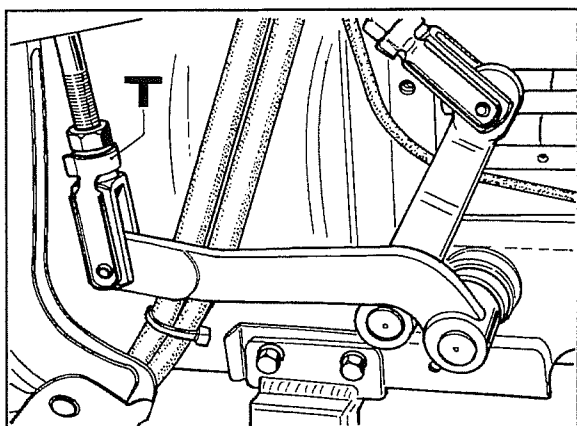
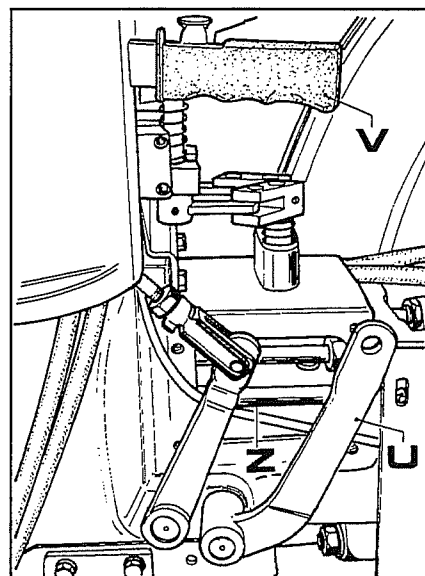
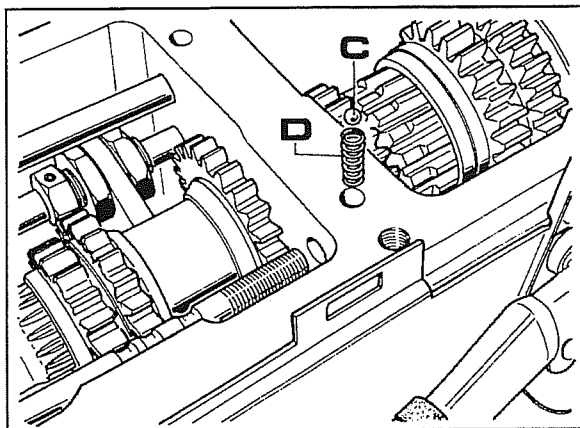
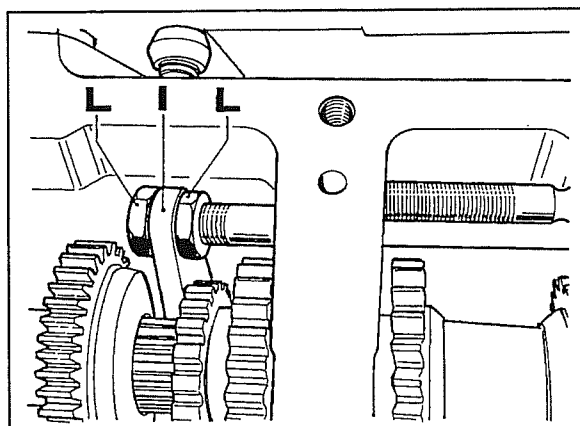

Fig. 9
Fig. 10
Fig. 11
Fig. 13
- 3 Desligar o comando do pedal embraiagem através do garfo **T** fig.9 e roda-lo completamente para trás como ilustrado em **U** da fig.10.
- 4 Entrar a embraiagem da tomada de força (P.T.O.), levantando ao máximo a alavanca **V** fig.10.
- 5 Soltar a vareta **Z** fig.10 através das porcas **L** fig.13, e retirar-la pela frente até que saia a esfera **C** e a mola **D** fig.11.
- Montar novamente o manguito **S** fig.8 e montar novamente o garfo **I** regulando-o mediante as porcas **L** fig.13 no modo abaixo indicado: